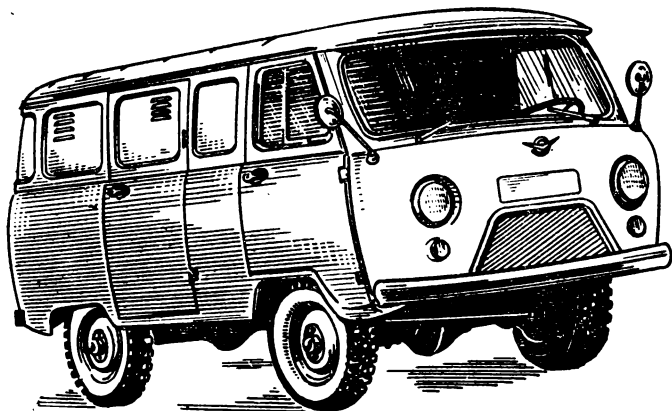

Рис. 1. Автомобиль-фургон УАЗ-452 (УАЗ-452Э)
**Автомобили-фургоны УАЗ-452 и УАЗ-452Э** (рис. 1), предназначенные для перевозки промышленных и продовольственных товаров. Цельнометаллический закрытый кузов вагонного типа разделен перегородкой на кабину водителя и грузовой отсек. Погрузка и выгрузка могут производиться через боковую и заднюю двухстворчатую двери.